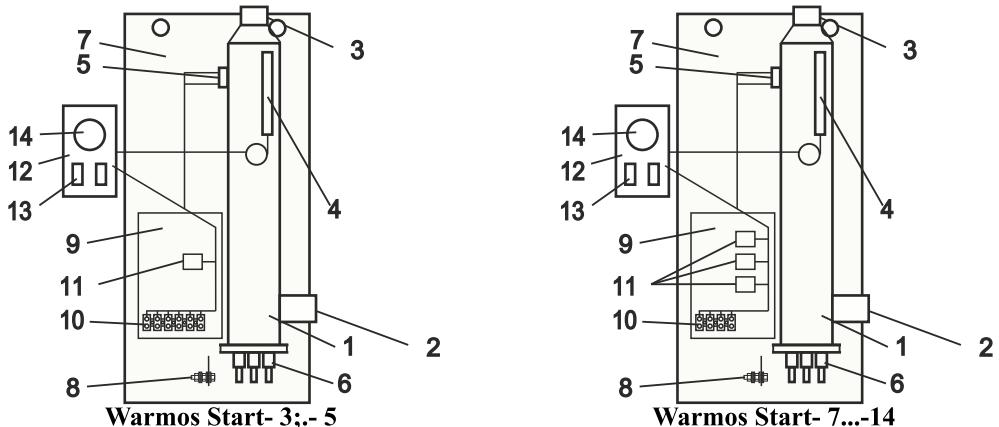

Рисунок 2 (кожух не показан)
4.3 Приборы Warmos Start в соответствии с рис. 2 состоят из следующих основных частей:
- котла (1) с входным (2) и выходным (3) патрубками G1 наружн., датчиком терморегулятора (4), аварийным самовозвратным термовыключателем (5), отключающим прибор при 92⁰С, и блоком ТЭНов (6);
- панели задней (7), с размещенным на ней зажимом заземления (8) для подключения защитного проводника РЕ;
- панели установочной (9) с размещенными на ней: зажимом винтовым (10), служащим для подключения внешнего силового кабеля; реле коммутации (11)
- панели управления (12), с расположенными на ней выключателями ступеней мощности (13) и терморегулятором (14), служащим для установки температуры нагрева теплоносителя.